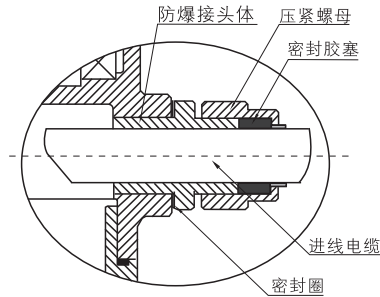

图 2
- 如图2所示，旋下防爆接头的压紧螺母，将进线电缆从密封胶塞、压紧螺母、防爆接头体内穿入电动执行机构内部。